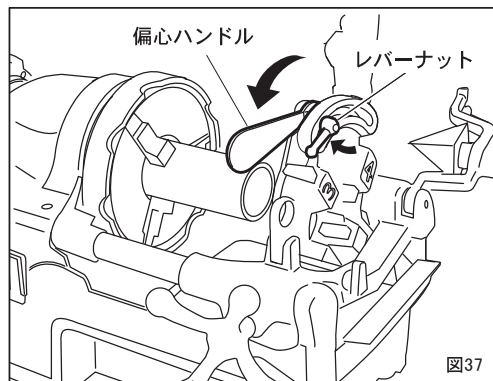
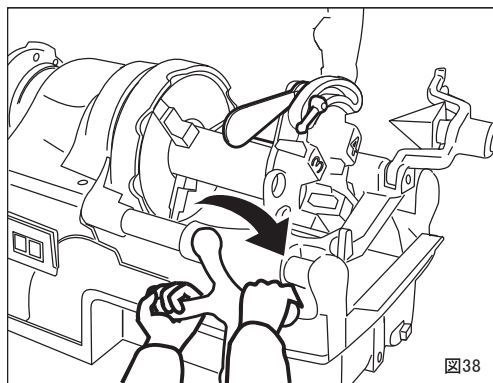

図37
図38
- ①ねじ切りのサイズ寸法を合わせるには偏心台（図40）の目盛りを、ダイヘッドのサイズ目盛りのねじ切り寸法に合わせて、レバーナットを締めて固定してください。（図37）
- ②スイッチをONにするとオイルはダイヘッドから自動的に注油されます。
- ③送りハンドルを右回り方向に動かしパイプにチェーザを押し付け食い付かせてください。ねじ山が3～4山切ればあとは自動的にねじが切れます。このマシンに使用されているシリースモータは、回転数が、負荷によって自動的に変化します。（図38）